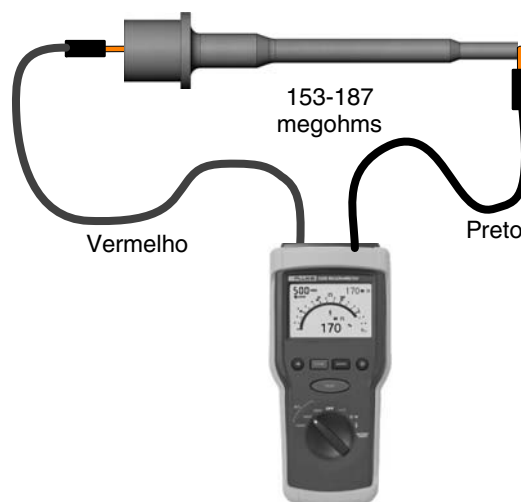

Figura 14 Teste de resistência da resistência
2. Consulte a figura 14. Ligue as pontas de contacto do ohmímetro para megaohms para megaohms à mola da resistência e à mola do eléctrodo.